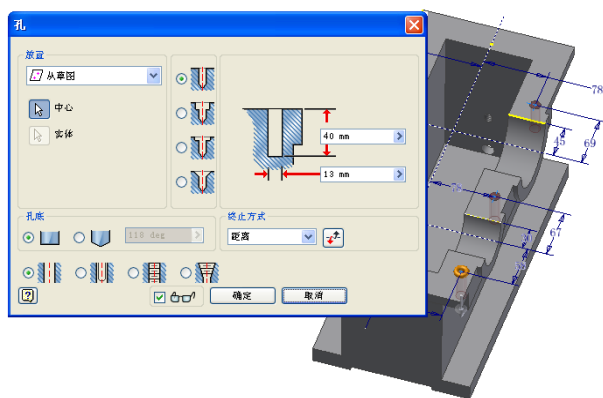

图 9-53 打孔示意图
②单击【草图】标签上的【完成草图】工具按钮,退出草图环境,进入零件特征环境。单击【三维模型】标签栏【修改】面板上的【孔】工具按钮,打开“打孔”对话框。
③选择绘制的三个点作为打孔的中心，打孔的其他设置如图 9-53 所示。其中，设置孔的深度为 40，然后选择零件上端特征的下表面作为打孔的终止平面。单击【确定】按钮完成三个直孔的创建。